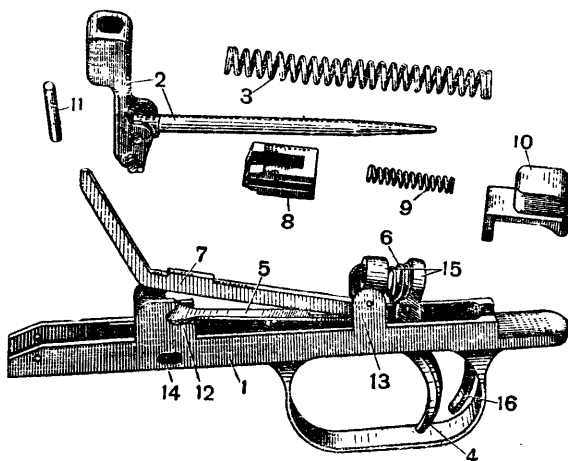

Рис. 42. Ударно-спусковой механизм:
30. Ударно-спусковой механизм (рис. 42) служит для спуска курка и нанесения удара по ударнику при стрельбе. Основанием ударно-